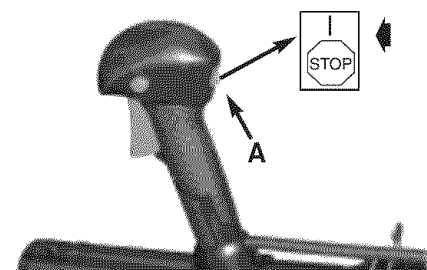

Fig. 16
4. El asa de control (A, Fig. 16) y la flexibilidad del tubo de soplado le permitirá limpiar las zonas difíciles de alcanzar.